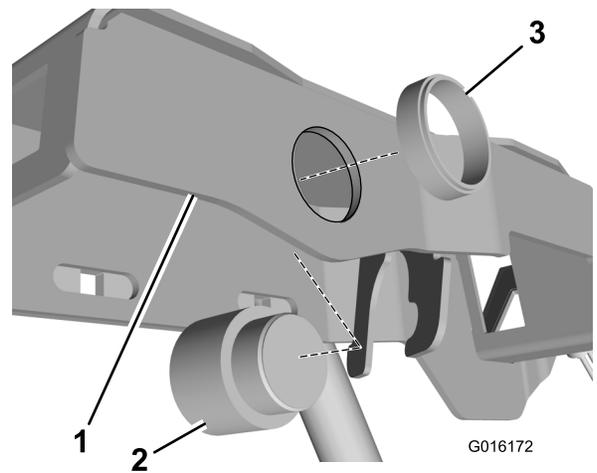

Figura 2
- Instale o alarme sonoro à estrutura do braço da consola (Figura 2).